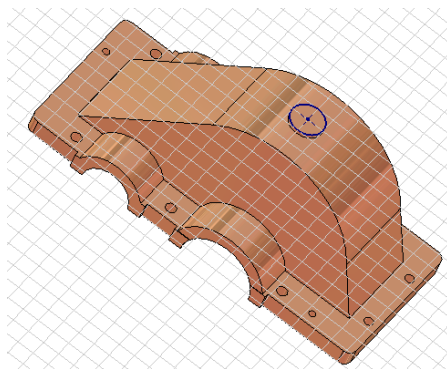

图 9-89 绘制草图
⑤在拉伸生成部分的顶面上新建草图，选择【点】工具在拉伸部分在草图上的投影圆形的中心绘制一个点作为打孔的中心点，如图 9-89 所示。